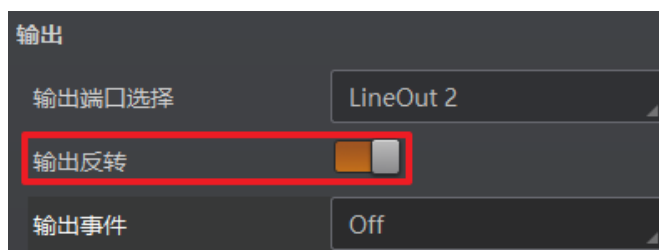

图4-33 输出反转
4. 若需要读码器输出与此刻相反的信号，可启用输出反转功能，如图 4-33 所示。